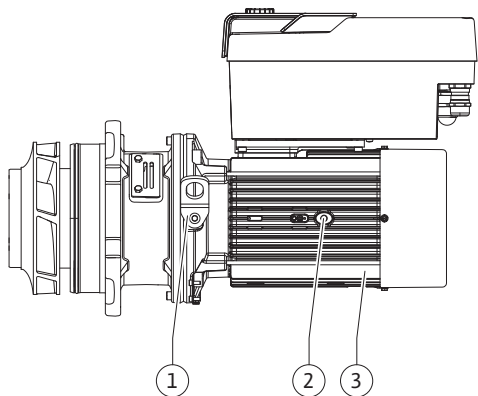

Fig. 100: Πτερωτή κινητήρα
9. Αφαιρέστε την πτερωτή κινητήρα (Fig. 100) από το κέλυφος αντλίας λύνοντας τις βίδες φλάντζας (Fig. I, θέση 29).
16. Εισάγετε την πτερωτή κινητήρα (βλέπε Fig. 100) στο κέλυφος της αντλίας και φέρτε το στην παλιά του θέση ή σε μια άλλη επιθυμητή θέση υπό γωνία. Για τα παραπάνω λάβετε υπόψη τις επιτρεπόμενες θέσεις εγκατάστασης των εξαρτημάτων (βλέπε κεφάλαιο "Επιτρεπόμενες θέσεις τοποθέτησης και αλλαγή της διάταξης εξαρτημάτων πριν από την εγκατάσταση" [► 22]).